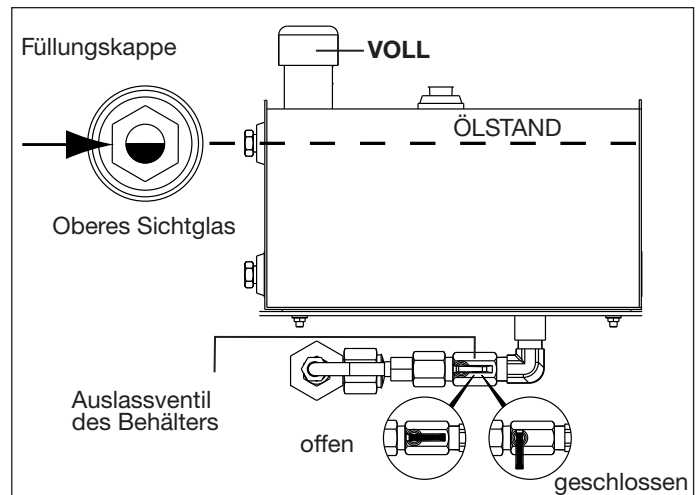

Abb. 4, Hydraulikölbehälter
- Vergewissern Sie sich, dass das Auslassventil des Behälters in der offenen Position ist. Siehe Abb. 4.
Der Behälter ist VOLL, wenn der Ölstand im oberen Sichtglas ungefähr in der Mitte ist, wie in Abb. 4 dargestellt. Das Ölfassungsvermögen ist ungefähr 3,8 Liter [1 US-Gallone]. Verwenden Sie Enerpac-Öl Typ HF: